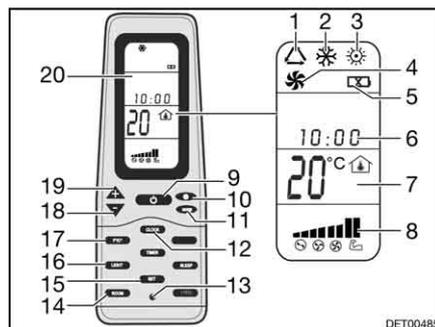

Fig. 180 Telecomando
- Premere il tasto ON/OFF (Fig. 180,9).
- Premere il tasto "Mode" (Fig. 180,11) spesso, finché la modalità desiderata (Fig. 180,1, 2, 3 o 4) viene visualizzata sul display (Fig. 180,20).
- Impostare la temperatura desiderata con i tasti "+" (Fig. 180,19) e "-" (Fig. 180,18).
- Con il tasto velocità dell'aria (Fig. 180,10) selezionare il livello desiderato per la ventola.